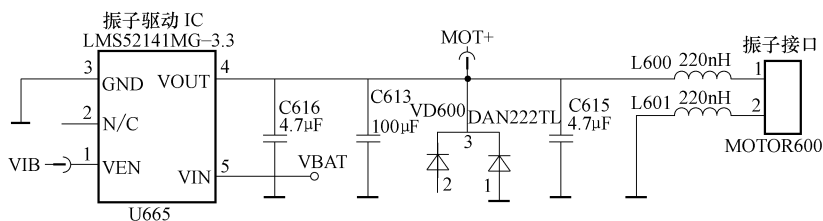

图 4-50 手机振子电路结构原理图
如图 4-50 所示，为手机振子电路结构原理图。
1) 英文符号的含义。下面，我们对图 4-50 中重要的英文符号的含义作一简要的了解。